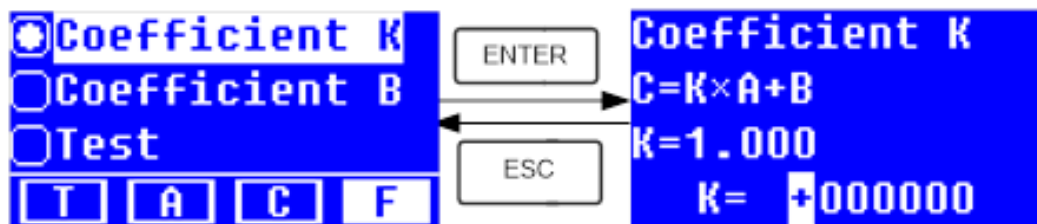

Figura 21
- Use las teclas ▲ o ▼ para ingresar el signo y valor de K, (figura 21) luego presione ENTER para confirmar; el sistema regresará automáticamente a la interfaz anterior.